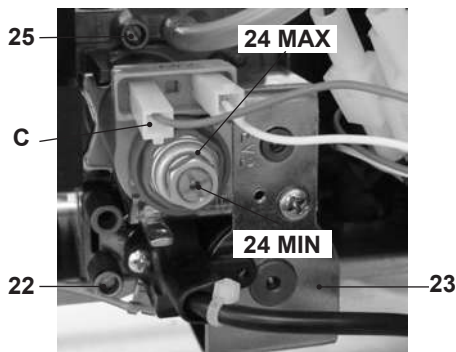

Fig. 7.3
- A caldaia spenta (fuori servizio), controllare la pressione di alimentazione utilizzando la presa 22 in Fig. 7.3 e confrontare il valore letto con quelli riportati nella tabella Pressioni di alimentazione gas nella sezione "Dati tecnici" pag. 20.
- Richiudere bene la presa di pressione 22 in Fig. 7.3.
- Aprire la presa di pressione 25 in Fig. 7.3 e collegare un manometro.
- Confrontare il valore di pressione misurato con quello indicato nelle tabelle "Pressione gas massima al bruciatore" Fig. 7.4 e Fig. 7.5. Per tarare la pressione al bruciatore agire sul dado esagonale grande in ottone dell'operatore modulante 24 max in Fig. 7.3 (ruotando in senso orario la pressione aumenta).
- Sconnettere il filo di alimentazione C dell'operatore modulante 24. Fare attenzione che non vada a toccare le parti metalliche della caldaia Fig. 7.3.
e Fig. 7.7. Per tarare la pressione al bruciatore agire sulla vite in plastica (24 MIN. in Fig. 7.3) tenendo fermo il dado esagonale in ottone grande (24 MAX. in Fig. 7.3) dell'operatore modulante (ruotando in senso orario la pressione aumenta).
- Collegare il filo di alimentazione C in Fig. 7.3 dell'operatore modulante.
- **Chiudere molto bene la presa di pressione 25 in Fig. 7.3.**
- Aprire la presa di pressione in Fig. 7.3 e collegare un manometro.